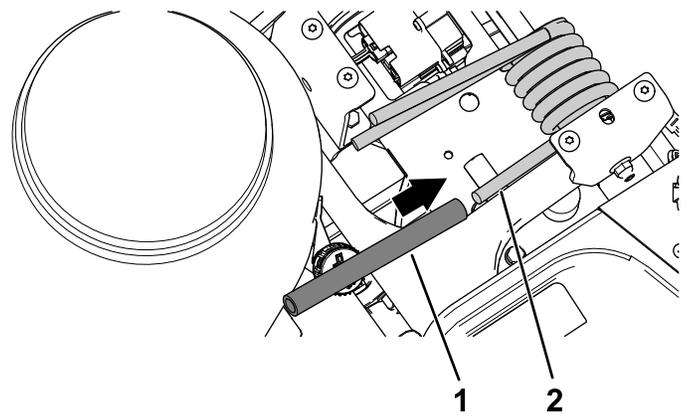

Figura 2
2. Collocate il tubo di sollevamento molla sull'estremità della molla a torsione (Figura 2).